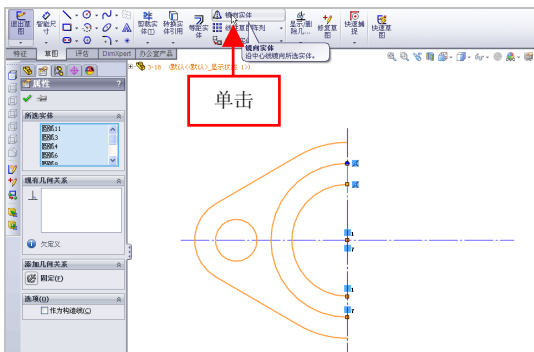

图 3-19 单击【镜向实体】按钮
(2) 任选一条直线，弹出对话框，单击【编辑草图】按钮, 进入草图环境，选择左侧合适的对象，单击【镜向实体】按钮, 如图 3-19 所示。